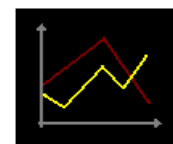

Рис. 4.8 Кнопка Результаты.
- нажать кнопку *Результаты* (рис. 4.8) в главном окне программы.